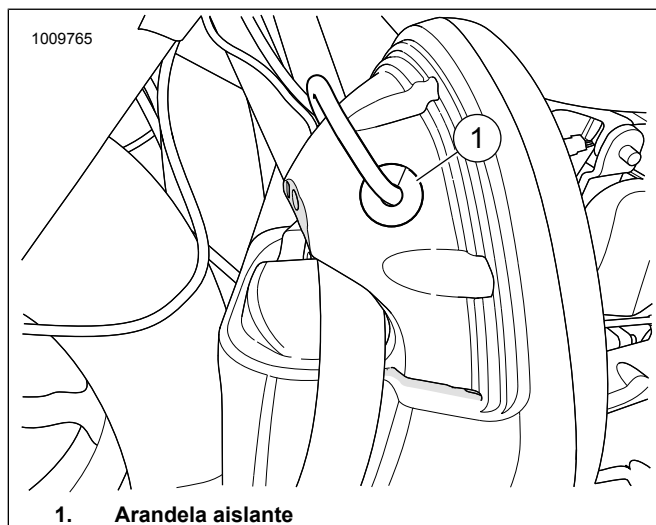

Figura 16. Se muestra el fuselaje inferior
13. Consulte la Figura 16. Quite la arandela aislante de cables del altavoz (1) del fuselaje inferior.